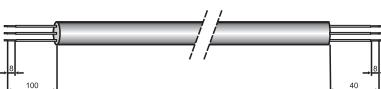

Fig. 17a
2. Préparer les extrémités des câbles d'alimentation et raccordement de l'unité intérieure à l'unité extérieure comme illustré respectivement sur les figures 17a et 17b.